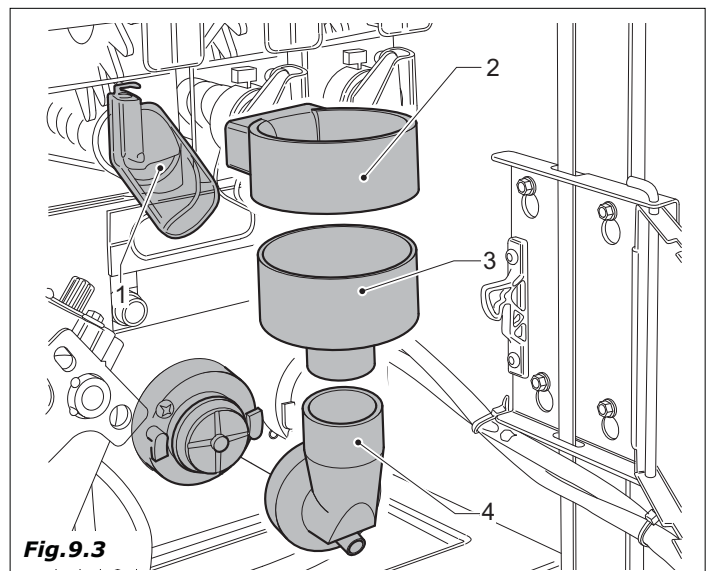

Fig.9.3
- Réceptacle à gobelets et descente de poudre (figure 9.3 - pos.1)
- Bol mixer (2) corps de mixer (3) et hélice de mixage (4)